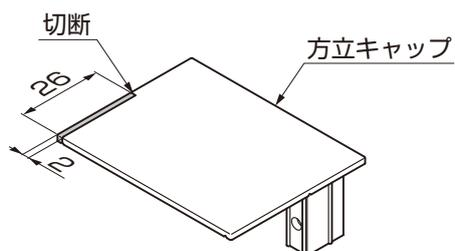

図4-3
- ①方立キャップを図4-3のように加工してください。加工は、方立上部の切欠き側を行なってください。
- ②方立キャップを方立に【47-2】、【48-2】で取付けてください。